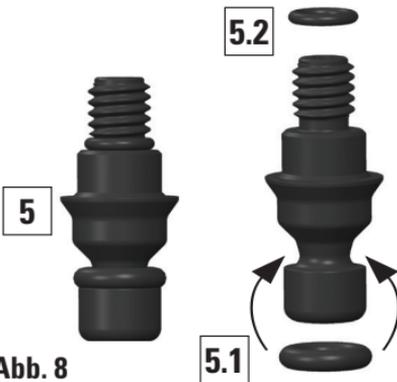
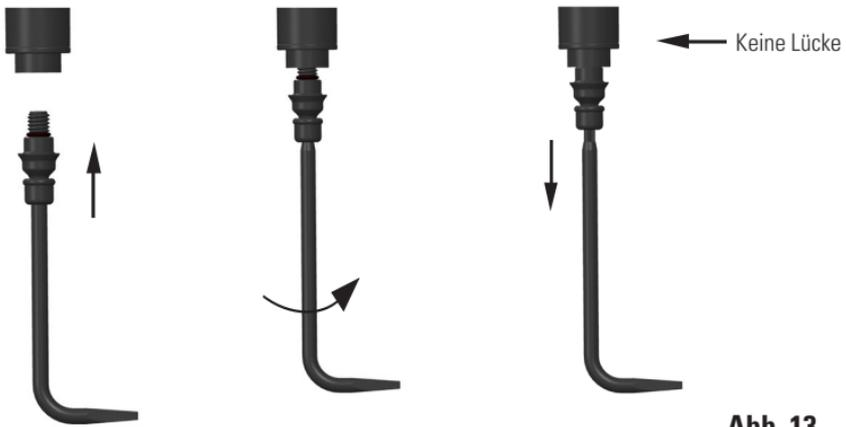

Abb. 8
Abb. 13
1. Entfernen Sie die Spitzenhalterung 5 (Abb. 8).
- Entfernen Sie die Spitzenhalterung 5 (Abb. 8).
- Achten Sie darauf, dass an der Spitzenhalterung sowohl O-Ring 5.1 als auch O-Ring 5.2 richtig an ihrem Platz sitzen (Abb. 8). Wechseln Sie die O-Ringe während der Wartung bei Bedarf aus. Setzen Sie die Spitzenhalterung auf das sternförmige Ende von Werkzeug 3, so dass das Ende mit dem Gewinde nach oben zeigt. (Bei Einzelkanalpipetten mit 300 µl und kleiner: Ziehen Sie den Klemmenauslöser 8 mit der anderen Hand vorsichtig nach hinten). Setzen Sie das Ende mit dem Gewinde in den Zylinder ein und schrauben Sie die Spitzenhalterung vorsichtig im Uhrzeigersinn wieder an. Drehen Sie das Werkzeug und ziehen Sie die Halterung zum Schluss wieder an. Achten Sie darauf, dass zwischen Spitzenhalterung und Zylinder keine Lücke bleibt (Abb. 13).
- Entfernen Sie die Spitzenhalterungen (Abb. 8).